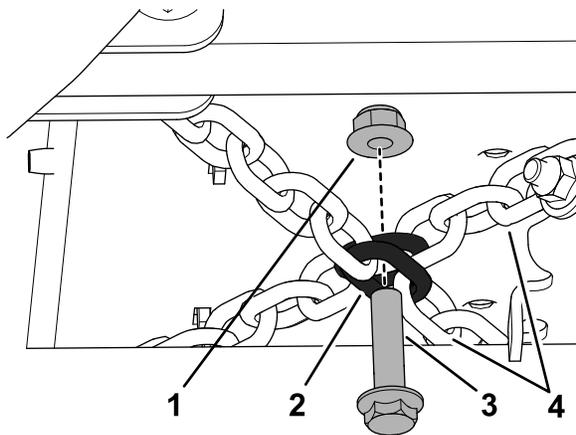

Figure 15
- Assemblez les chaînes à leur point de croisement (Figure 15) avec un boulon à embase (3/8 x 1 1/2 po) et d'un contre-écrou à embase (3/8 po).